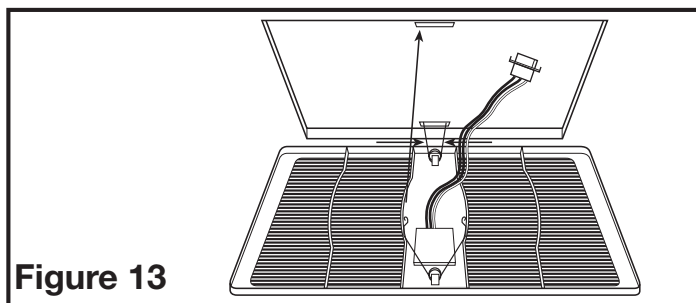

Figure 13
6. Installez la grille en pressant le ressort le plus loin possible du détecteur de mouvement et installez-le dans la fente la plus éloignée du compartiment de fil sur le logement du ventilateur. Attachez le cordon de 3 broches à connexion rapide à partir du capteur de mouvement sur le grill soit au câblage installé à l'étape 2a (les modèles à une vitesse) ou au connecteur de la partie supérieure du compartiment de fil (modèles à deux vitesses). Ce cordon ne s'adapte que d'une seule façon dans le connecteur. Installez l'autre ressort en place et poussez la grille en position (Figure 13).